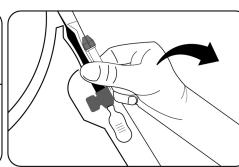

Figure 12
- Retirer le cathéter de mise en place chargé et le guide de mise en place du filtre BareWire du plateau en saisissant ensemble la poignée noire et le dispositif de rotation et en les retirant doucement hors du plateau (figure 12).